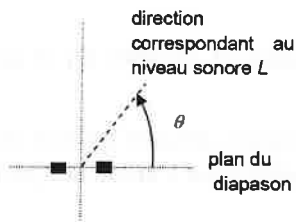
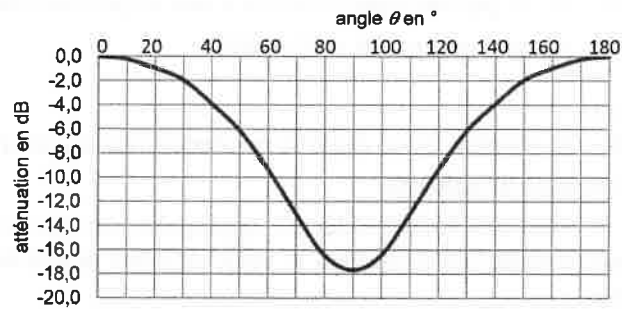

Figure 4a.
Figure 4b.
3.2. On étudie le niveau d'intensité sonore à un mètre du diapason à 440 Hz en tournant autour de celui-ci. La position du sonomètre est repérée par l'angle  $\theta$  dont l'origine correspond au plan du diapason (figure 4a). La courbe (figure 4b) représente l'atténuation de l'intensité sonore en fonction de l'angle  $\theta$ .
Montrer quantitativement que les deux mesures précédentes LB1 et LB2, sont cohérentes avec la figure 4b.